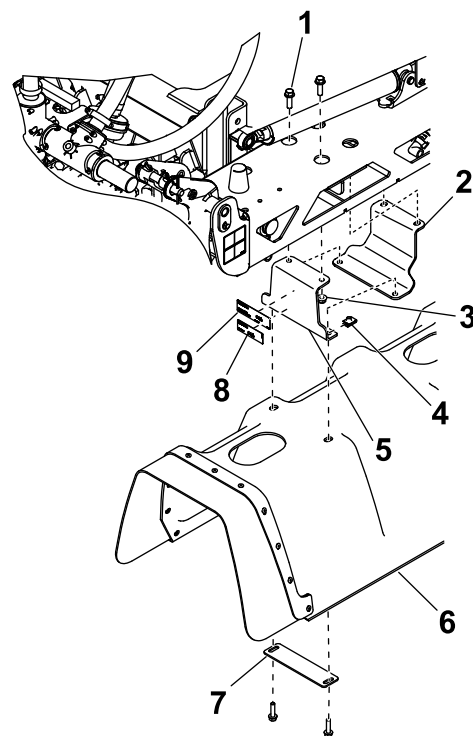

Figure 8
Apposez l'autocollant de numéro de modèle/série et l'autocollant réglementaire sur l'un des supports de la rampe centrale, comme montré à la Figure 8.
- Fixez chacun des 2 supports centraux et les plaques de montage à la rampe centrale à l'aide de 2 boulons à tête hexagonale (3/8" x 1 1/4") et 2 écrous à embase (3/8"), comme montré à la Figure 8.
- Fixez le couvercle central aux supports de la rampe centrale avec 4 écrous en U, 2 plaques de boulonnage et 4 boulons à tête hexagonale (5/16" x 1 1/4"), comme montré à la Figure 8.